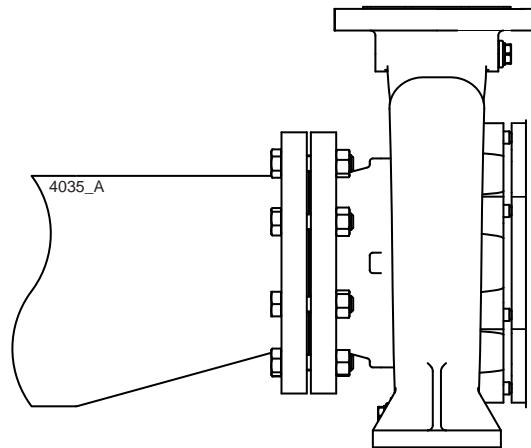

Abbildung 11: Exzentrisches Reduzierstück zum Ansaugflansch.
- Der Durchlass der Saugleitung muss genügend groß sein. Diese Leitung ist zur Vermeidung von Luftsäcken so kurz wie möglich und zur Pumpe hin ansteigend zu verlegen. Ist dies nicht möglich, so muss am höchsten Punkt der Saugleitung eine Entlüftungsmöglichkeit vorgesehen werden. Hat die Saugleitung einen größeren Querschnitt als der Saugstutzen, muss ein exzentrisches Reduzierstück eingesetzt werden, sodass kein Luftsack und keine Wirbel entstehen können. Siehe Abbildung 11.